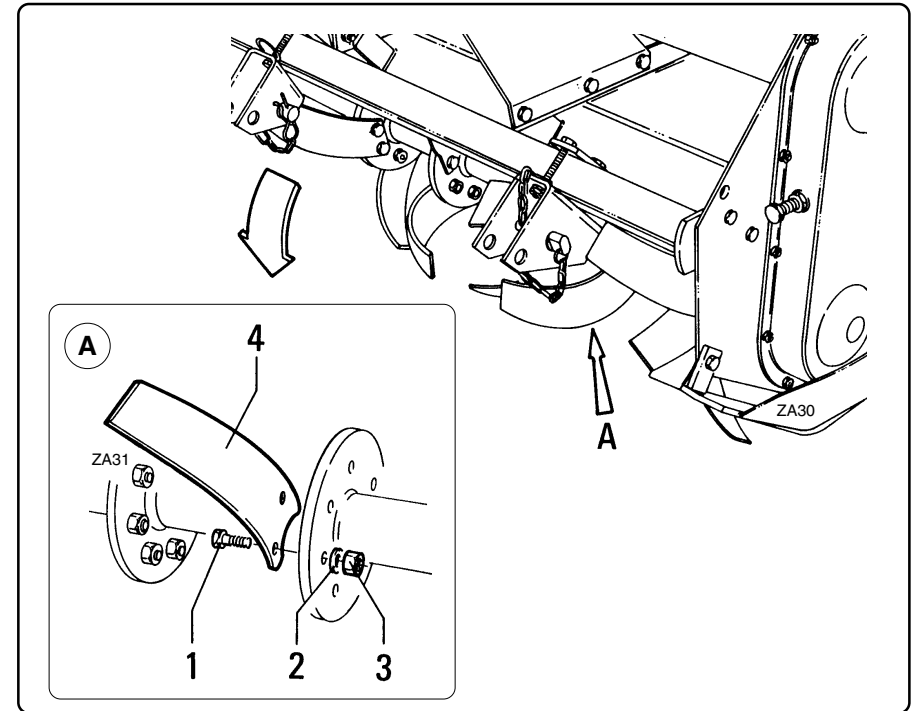

fig. 7.5.3
- Si les lames "4" fig. 7.5.3 sont endommagées, pliées ou usées, peu aiguisées ou risquent de se rompre pendant le travail, il faut les remplacer.
- Wenn die Messer "4" Abb. 7.5.3 beschädigt, verbogen, verschliffen, nicht scharf sind oder einen solchen Zustand aufweisen, daß sie bei der Arbeit zu Bruch gehen könnten, sind sie zu ersetzen.